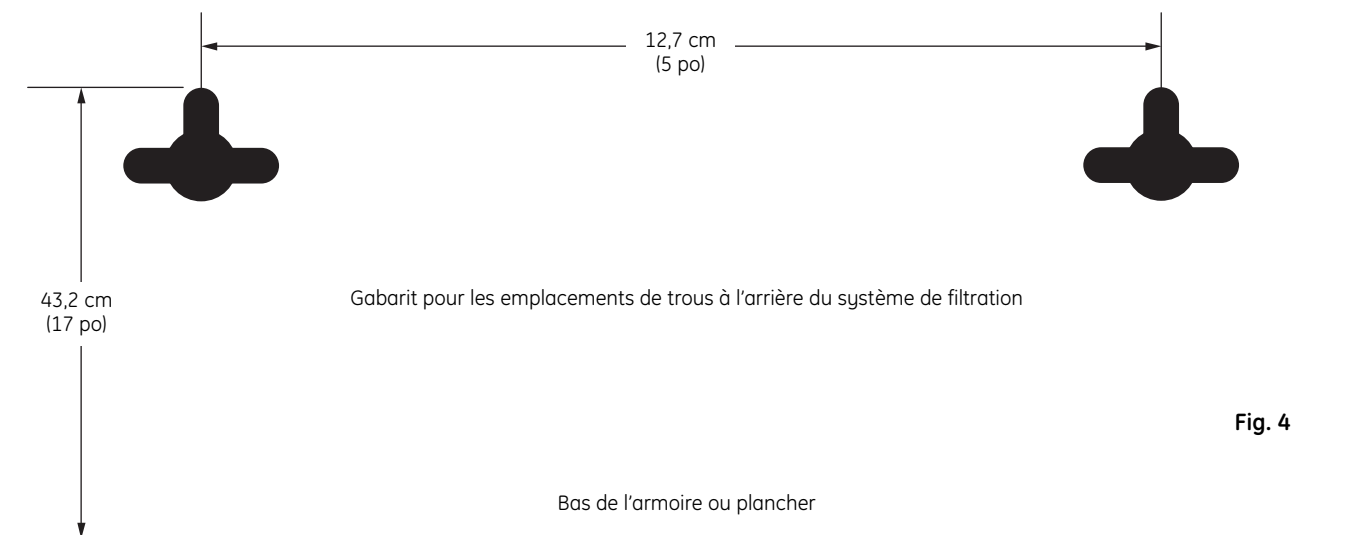

Fig. 4
2. Le haut des ouvertures du gabarit doivent être placées au moins à 43,2 cm (17 po) au-dessus du plancher ou du bas de l'armoire où vous devez monter le système (Fig. 4 et 5). **NOTE** : Si vous avez un écart moins important, vous aurez des problèmes à enlever la cartouche à filtre parce qu'elle touchera le plancher.